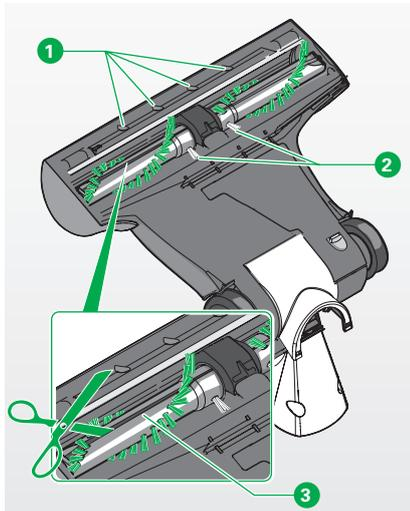

Bild 4.9 Elektrobürste prüfen und reinigen
Die grünen Borstenbüschel müssen länger als die gelben Büschel (2, Bild 4.9 auf Seite 71) sein.
- Kontrollieren Sie von Zeit zu Zeit, ob die grünen Borstenbüschel noch länger als die gelben Büschel (2, Bild 4.9) sind.